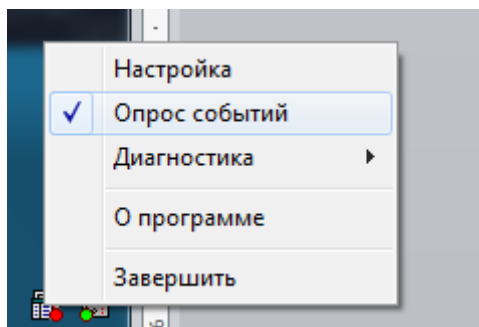

Рисунок 6.126
– запустить программу Сервер архивирования данных из пакета Foundation и загрузить необходимые события в базу данных путем выбора команды **Опрос событий** (рисунок 6.126);